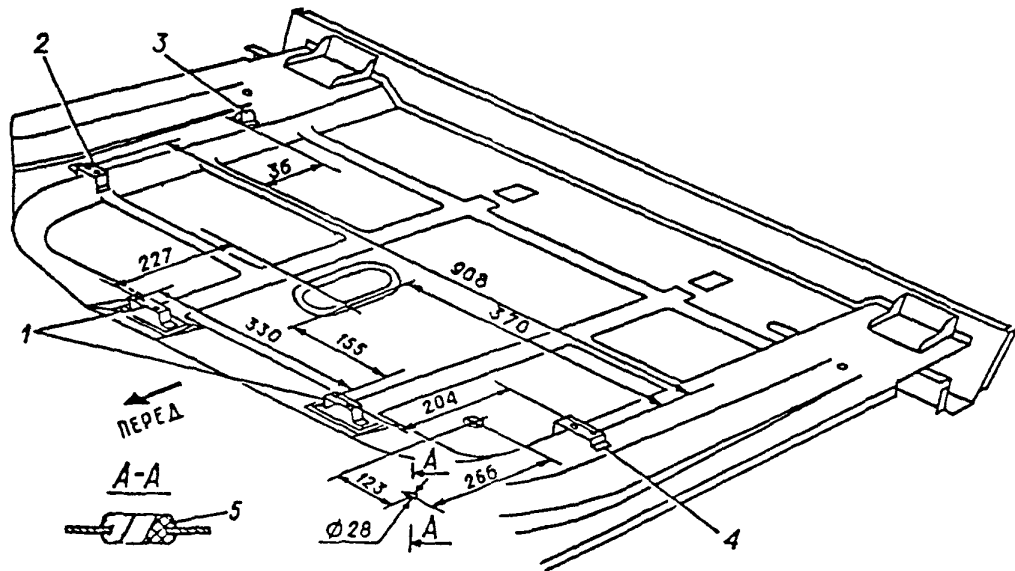
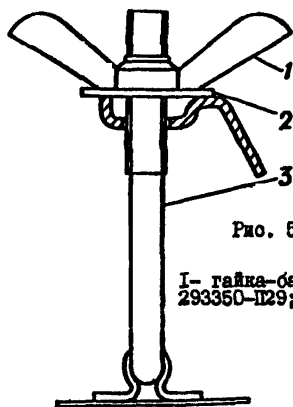

Рис. 5.13 Расположение усилителей в багажном отделении для крепления основания газового баллона
Рис. 5.24 Детали крепления запасного колеса
1) тщательно приварить по периметру дуговой сваркой (не допуская прожога пола) два усилителя I (рис.5.13) и усилители правый 2 и левый 4. Места приварки усилителей определить по размерам, приведенным на рис.5.13 или по предварительно собранному, как указано ниже, основанию газового баллона;
- 3) просверлить отверстие диаметром 28 мм как указано на рис.5.13 и вставить в отверстие резиновую втулку 5 для вывода под пол газового трубопровода высокого давления;
- 6) закрепить болтами основание газового баллона на приваренных усилителях 1, 2 и 4 (см. рис.5.13).
Для крепления запасного колеса в багажном отделении нужно вставить короткий конец стяжки 3 (рис.5.24) в приваренный кронштейн 3 (рис.5.13), а длинный конец ввести в одно из пяти крепёжных отверстий диска колеса. Зафиксировать колесо гайкой - барашком (см. рис.5.24).